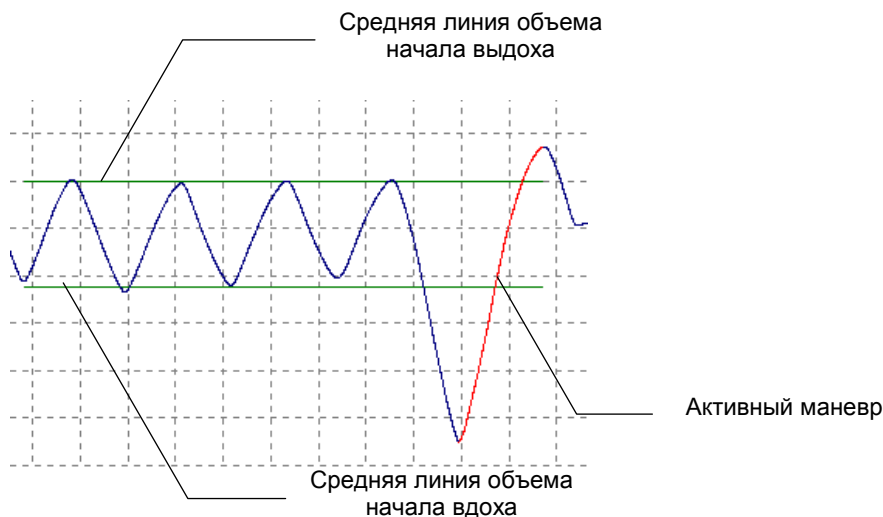

Рис. 24
4. При выполнении испытуемым трех и более вдохов–выдохов на спирограмме будут отображены горизонтальные средние линии объема начала вдоха и объема начала выдоха (рис. 24). Следует дождаться появления этих линий.
7. Когда обследуемый закончит выполнение маневра вдоха, необходимо завершить запись, выбрав пункт меню **Спокойное дыхание|Стоп** (либо нажав кнопку  на инструментальной панели или «горячую» клавишу). При этом активным будет сделан наибольший маневр (обычно отмечается красным цветом (рис. 24)) и рассчитаны параметры ЖЕЛ, $PO_{вд}$ и DO , значения которых отобразятся в нижней части окна.